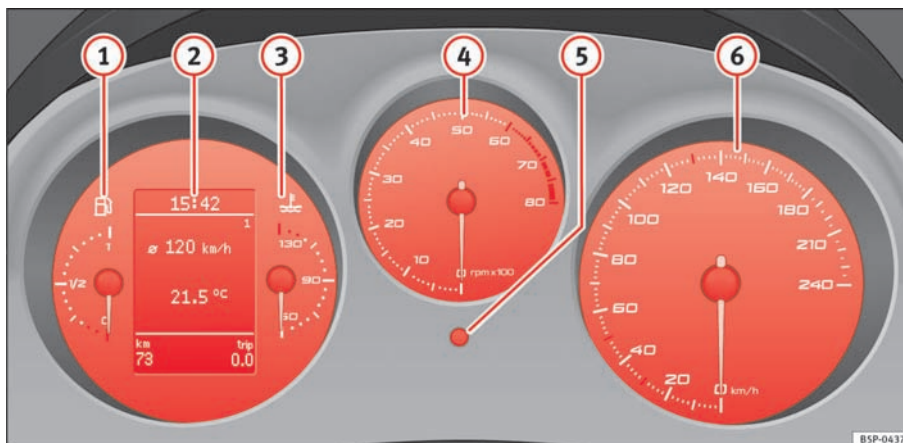

Fig. 33 Udsnit af instrumentpanelet: kombiinstrument
Begyndelsen af det røde område ⇒ side 55, fig. 33 ④ markerer det maksimalt tilladte motoromdrejningstal ved driftstemperatur. Før du når dette område, bør du skifte til næste højere gear, vælge gearvælgerposition D eller flytte foden fra speederen.
- For at indstille timetallet skal du dreje indstillingsknappen ⇒ side 55, fig. 33 ⑤ mod højre til første klik. Timetallet blinker. Tryk på knappen for at indstille timerne.
Den højre tæller registrerer de korte strækninger. Det sidste ciffer angiver 100 m. Triptælleren kan nulstilles ved at trykke et par sekunder på nulstillingsknappen ⇒ side 55, fig. 33 ⑥. ▶